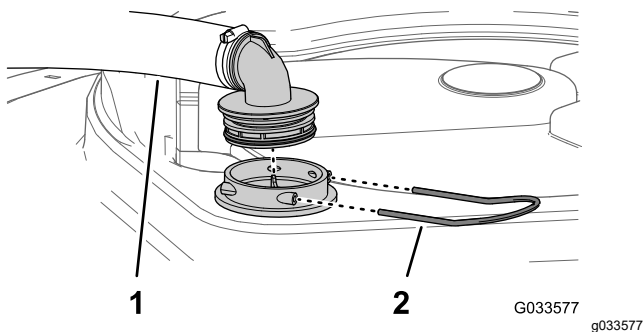

図 28
2. タンク上部で、フィルタハウジングからの太いホースについているフィッティングを固定しているリテナーを外す 図 28。
3. フィルタハウジングからホースとフィッティングを取り外す 図 28。